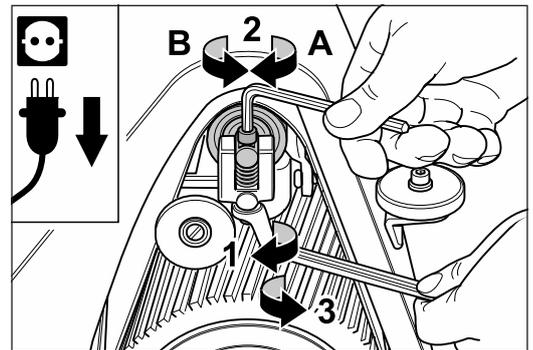

Abb. 48 Den Bandlauf an der Einstellschraube des Aggregats einstellen (siehe Haupttext).
- 6** Ist eine Einstellung der Spannwalze notwendig, muss zuerst die Kontermutter am Aggregatoberteil gelöst werden (Abb. 48, 1). Danach kann die Spannwalze mit der Schraube eingestellt werden (Abb. 48, 2):
- 7** Wird bei einer nochmaligen Überprüfung ein korrekter Schleifbandlauf festgestellt, ziehen Sie die Kontermutter wieder fest (Abb. 48, 3).